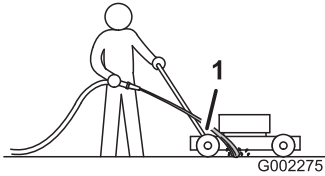

Bild 43
3. Halten Sie den Wasserschlauch auf Holmhöhe und richten Sie den Wasserstrahl unmittelbar vor dem rechten Hinterrad auf den Boden (Bild 43).